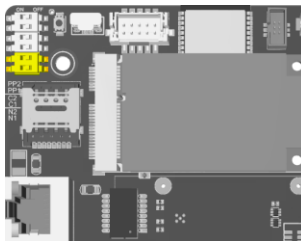

Abb. 6-3 Position der DIP-Schalter N1/N2
3. Lokalisieren Sie die DIP-Schalter **N1** und **N2** (siehe **Abb. 6-3**).